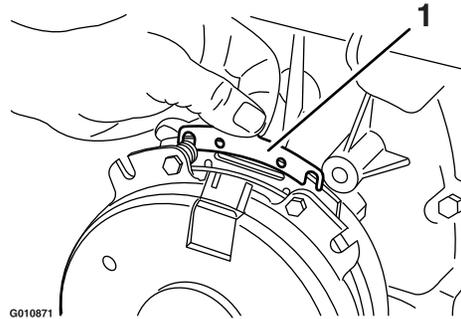

Figure 67
- B. A l'aide d'une pince à becs longs ou avec les doigts, saisissez la languette et déposez la cale (Figure 67).
Enlevez l'herbe, les saletés et autres débris éventuellement accumulés sur la grille du moteur. Cela permet d'assurer un refroidissement et un régime moteur corrects, et réduit les risques de surchauffe et de dommages mécaniques du moteur (Figure 67).